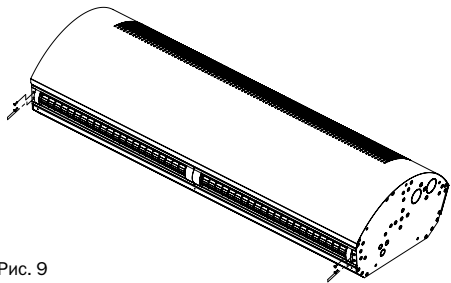

Рис. 9
1. С воздуховыпускных сопел выкрутить крепежные винты М4х16 с потайной шляпкой по 2 шт. с каждого сопла (см. рисунок 9).